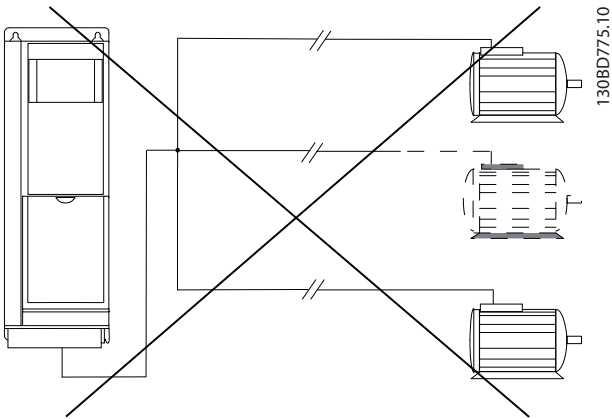

Ilustración 9.51 Conexión de punto común para longitudes del cable largas
- No utilice conexiones de punto común para longitudes de cable largas, consulte la Ilustración 9.51.